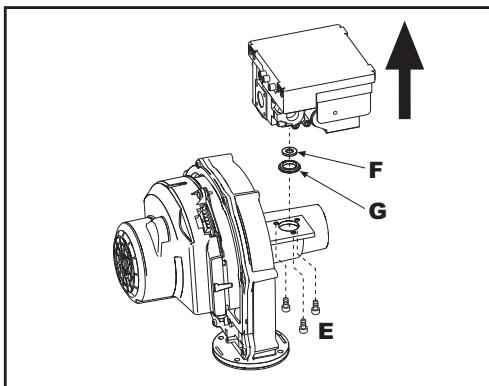
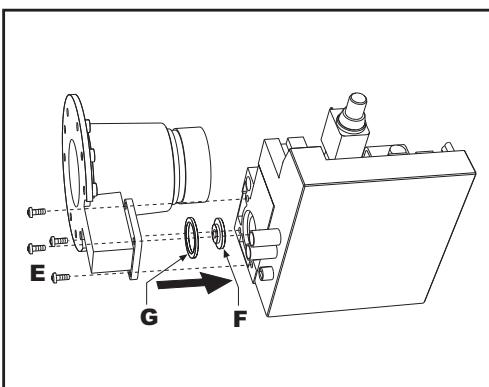

fig. 57 - modèle ENERGY TOP B 80 - 160
fig. 58 - modèle ENERGY TOP B 125 - 250
7. Dévisser les vis de fixation "E" (fig. 57 modèle ENERGY TOP B 80 - 160 et fig. 58 modèle ENERGY TOP B 125 - 250) , puis enlever la vanne gaz.
8. Remplacer le gicleur de gaz "F" (voir fig. 57 pour le modèle ENERGY TOP B 80 - 160 et fig. 58 pour le modèle ENERGY TOP B 125 - 250) en le positionnant à l'intérieur du joint "G" avec celui qui est contenu dans le kit de transformation. Remonter les composants et vérifier l'étanchéité.